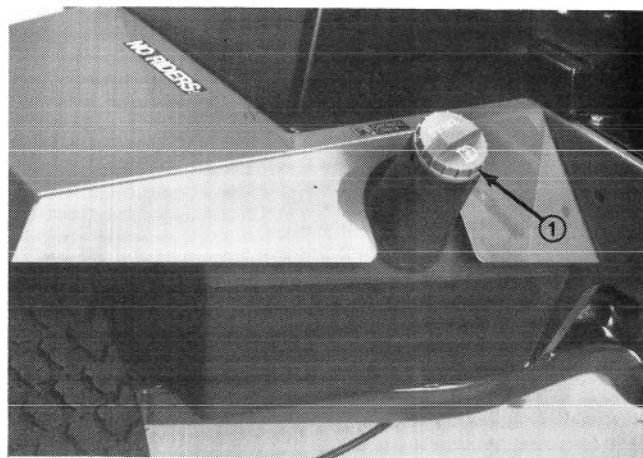

Figura 12
2. Rimuovete il tappo del serbatoio del combustibile (Figura 12) e riempite il serbatoio con gasolio #2 fino a 25 mm dall'orlo del serbatoio e *non del bocchettone di riempimento*. **NON SUPERATE IL LIMITE SOPRA INDICATO.**